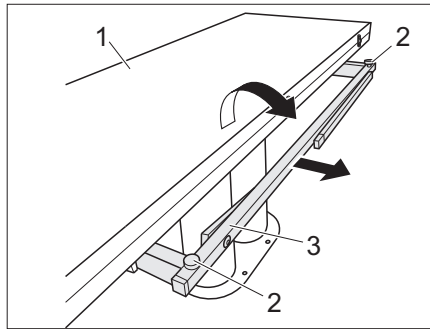

Bild 109 Tisch vergrößern
- Tischunterbau (Bild 109,3) herausziehen.
- Tischhälfte (Bild 109,1) ausklappen.
- Gewünschte Höhe der Tischplatte mit den zwei Einstellschrauben (Bild 109,2) einstellen.